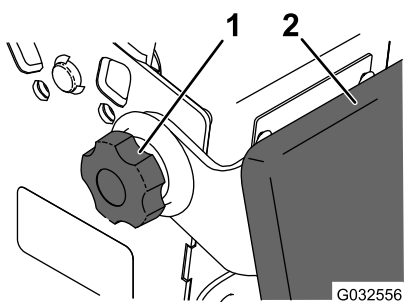

Рисунок 32
2. Ослабьте поворотные ручки с каждой стороны машины (Рисунок 32).